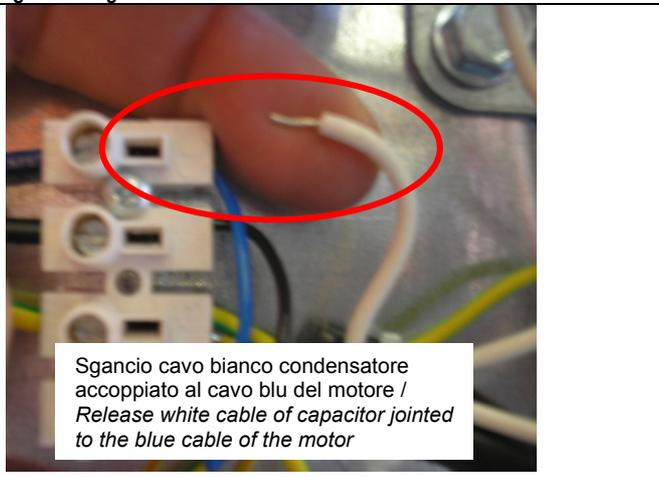

Figura 7 – Figure 7
- scollegare il cavo bianco, proveniente dal condensatore, dal morsetto "L" (nel caso non fosse già scollegato) e collegarlo al cavo rosso proveniente dal regolatore di velocità (Figura 7)